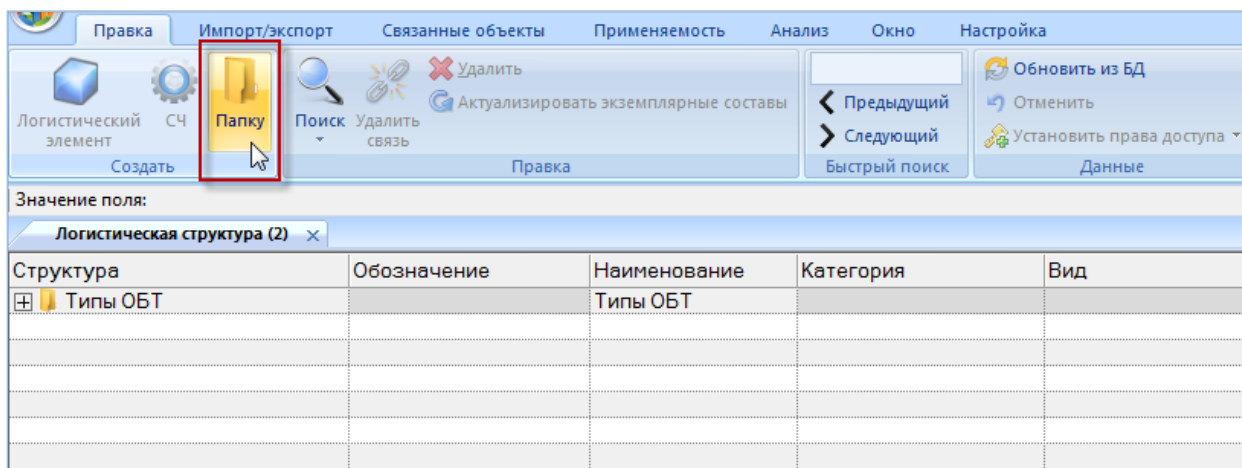

Рис. 10-8 – Выбрать папку или создать новую
- 2) При необходимости создать новую папку. Для создания новой папки в нажать кнопку «Папку» панели «Создать» (рис. 10-8).